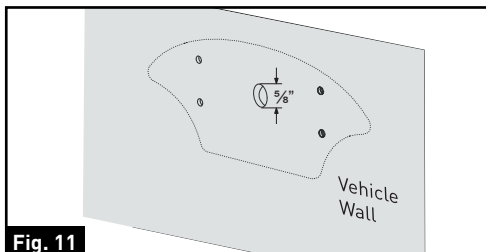

Fig. 11
2. Taladre un orificio central de $\frac{5}{8}$ " en la pared del vehículo usando una sierra perforadora de $\frac{5}{8}$ ". (Fig. 11)